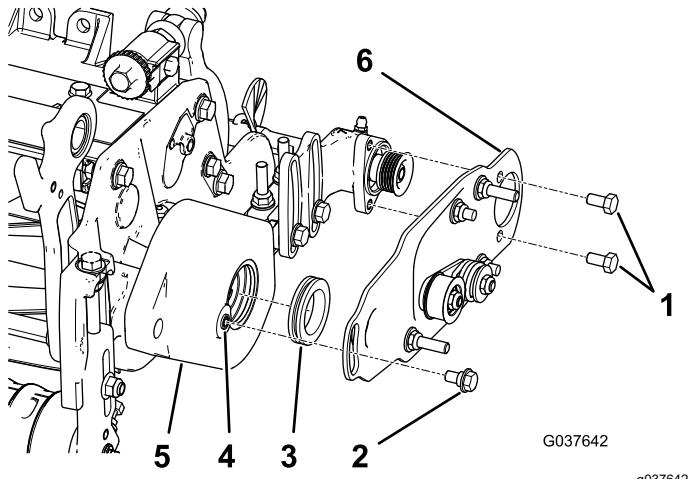

Figure 11
- Appliquez une couche de graisse dans le diamètre intérieur de la douille du carter de la brosse de rouleau (Figure 11).
- Posez la plaque de de la brosse de rouleau gauche ou droite (Figure 11).
4. Appliquez du frein-filet sur les 2 boulons ($5/16" \times 1/2"$) et fixez la plaque de brosse au logement de roulement de la brosse à l'aide de ces boulons (Figure 11).
5. Nettoyez la peinture présente sur les filets du carter de la brosse de rouleau à l'aide d'un taraud de $5/16"-18$ avant de visser le boulon à épaulement en place (Figure 11).
6. Appliquez du frein-filet sur le boulon à épaulement (Figure 11).
7. Fixez la plaque de brosse au carter de brosse avec le boulon à épaulement (Figure 11).